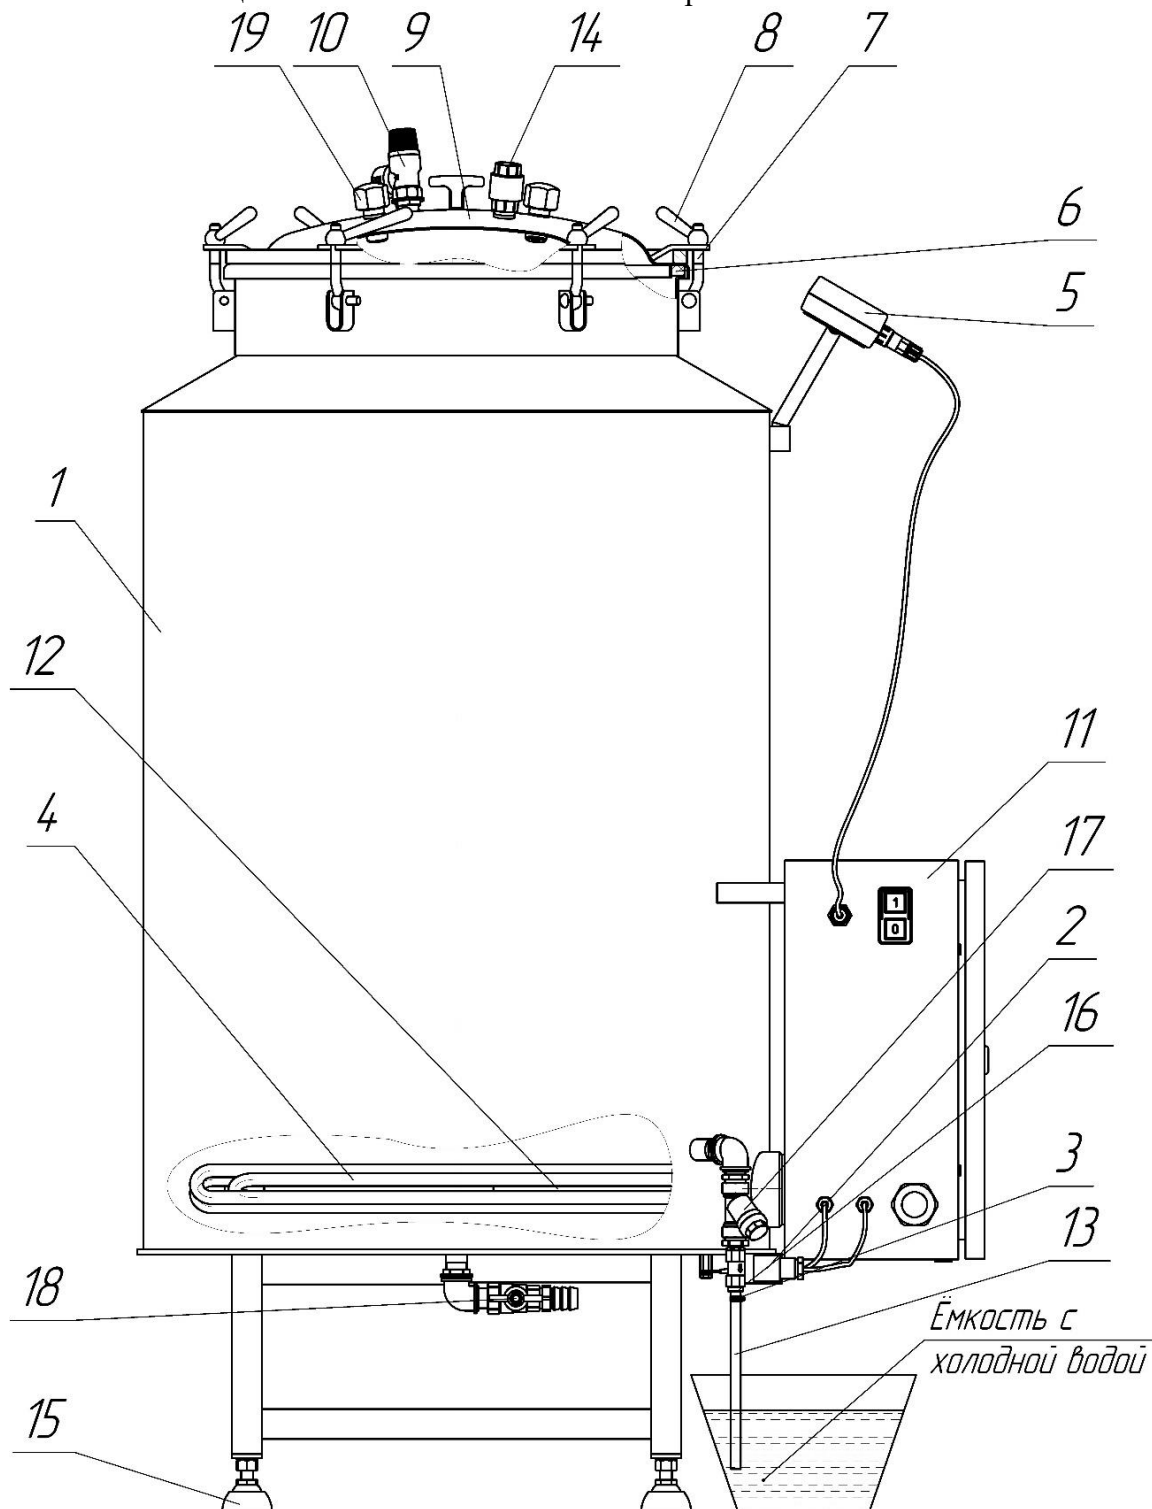

Рис. 1. Автоклав в сборе
Основные составляющие части автоклава показаны на рис. 1
1) На крышке поз. 9 (рис.1) с двух штуцеров поз. 19 открутить гайки колпачковые. К одному штуцеру подключить холодную сетевую воду используя подводку гибкую с внутренней резьбой $\frac{1}{2}$ дюйма. Ко второму штуцеру подключить проводку гибкую с внутренней резьбой $\frac{1}{2}$ дюйма для отвода нагретой воды в канализацию или иную емкость.
Автоклав позволяет в автоматическом режиме нагреть содержимое до заданной температуры (Нагрев), выдержать установленное время при заданной температуре (Стерилизация), охладить содержимое автоклава до заданной температуры (Охлаждение) и слить воду. Для предотвращения образования вакуума при сливе воды из автоклава на крышке автоклава установлен обратный клапан поз. 14 (рис. 1). Конструкцией автоклава предусмотрена возможность принудительного охлаждения содержимого автоклава, используя теплообменник. Подробное описание работы автоклава см. в разделе «Использование автоклава».
После слива воды с помощью электромагнитного клапана в корпусе автоклава должна остаться часть воды, покрывающая ТЭН для защиты от случайных подключений его к электроэнергии. После отключения автоклава от электросети эту воду необходимо слить. Через кран полного слива поз 18 (рис.1)
Для защиты от брызг и пара при сливе воды с температурой выше 100 °С, конец шланга слива поз. 13 (рис.1) опустить в ведро (или другую ёмкость) с небольшим количеством холодной воды (водяной затвор) и закрепить его (например, привязав шланг к ручке ведра), иначе возможны хаотичные движения шланга с выбросом пара и горячей воды в разные стороны в первые минуты слива воды.
- не вывинчивать рычаги зажима крышки поз. 8 (рис. 1) автоклава;
- при необходимости сбросить давление в автоклаве, повернув головку предохранительного клапана поз. 10 (рис.1), до полного прекращения выхода пара (для предотвращения попадания пара на руку одеть защитную перчатку);
- вывинтить рычаги поз. 8 (рис. 1), отбросить откидные болты поз. 7 и снять крышку 9;